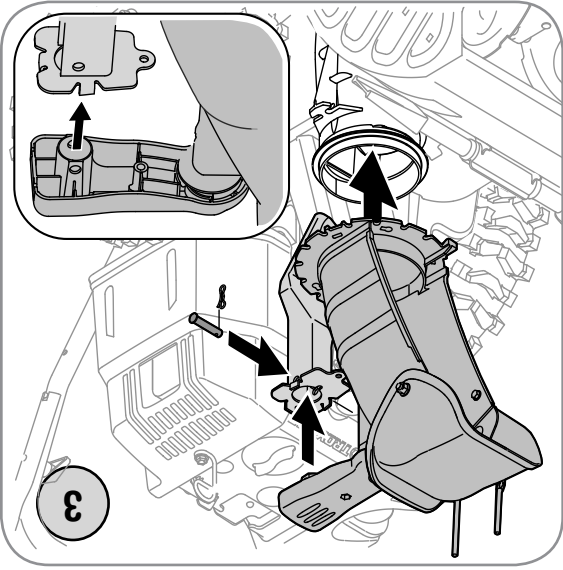

Figure 3
3. Placez la goupille sur sa base et attachez-la sur son support en utilisant l'axe de chape et la goupille fendue enlevés plus tôt. Voir la Figure 3.